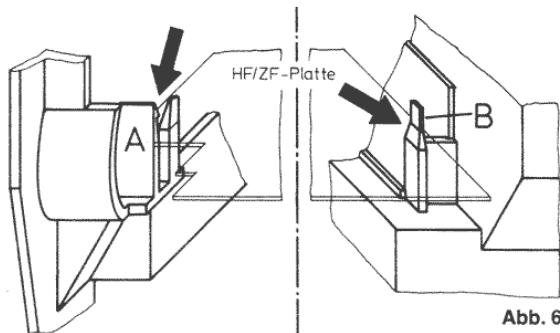

Abb. 6
4. Halterung **A** (Abb.6) der HF-/ZF-Platte zurückdrücken und Platte aus den Rastebenen **A** ziehen. HF-/ZF-Platte zur Gehäuse-Oberkante kippen bis die Platte aus den Fixnasen **B** gleitet.